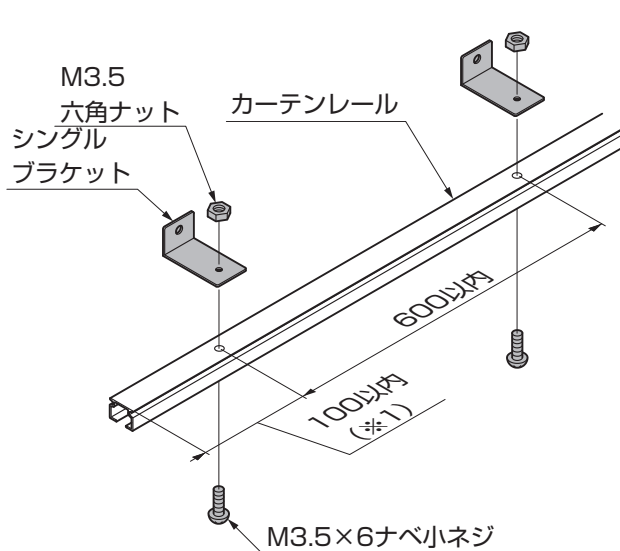

図4-3 カーテンレールの仮止め
①シングルブラケットを切断したカーテンレールに【ネジ】、【ナット】で仮止めしてください。(図4-3参照)